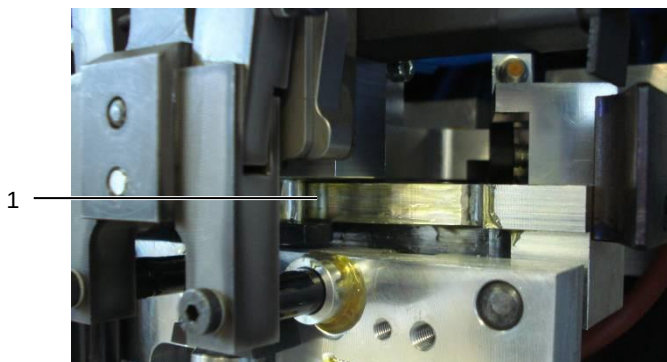

Fig. 27: Verktøysleder
- Smør berøringsflatene (fig. 27, pos. 1).